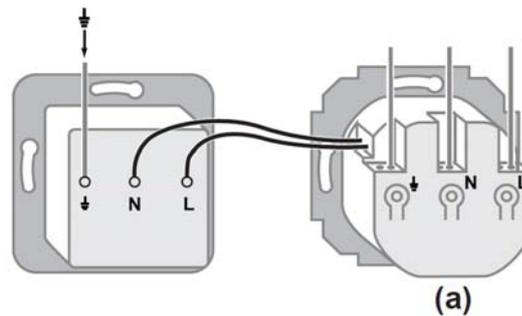

Bild 3
Die FI-geschützten Abgangsleiter (siehe auch Bild 3) dienen dem Anschluss von Steckdosen oder sonstigen Verbrauchern.
- Abgangsleiter an Steckdose oder Verbraucher anschließen (Bild 3).
- Laschen ((a), Bild 3) auf der Rückseite des FI-Schutzschalter drücken und Anschlussleiter herausziehen.